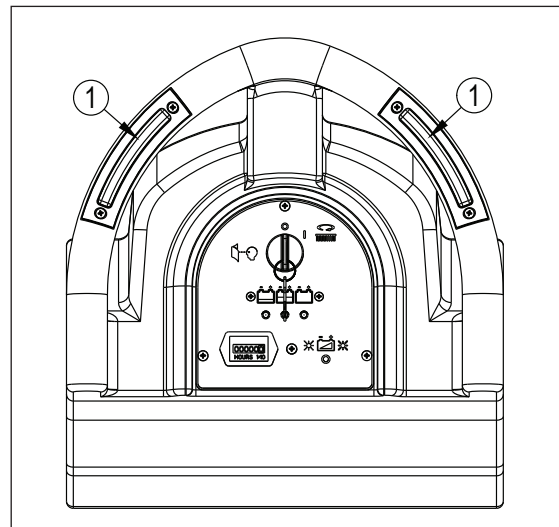

Figura 9
2. Al accionar cualquiera de los interruptores de energía de la almohadilla (1- figura 9), arrancará el motor de la almohadilla.